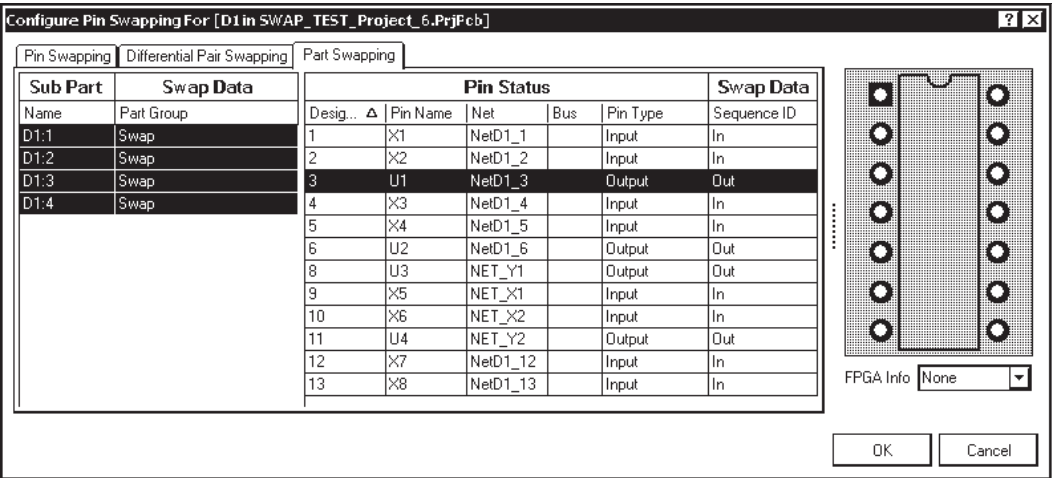

Рис. 7.7. Определение логически эквивалентных вентилях: вкладка **Part Swapping**
- На вкладке **Part Swapping** (рис. 7.7):